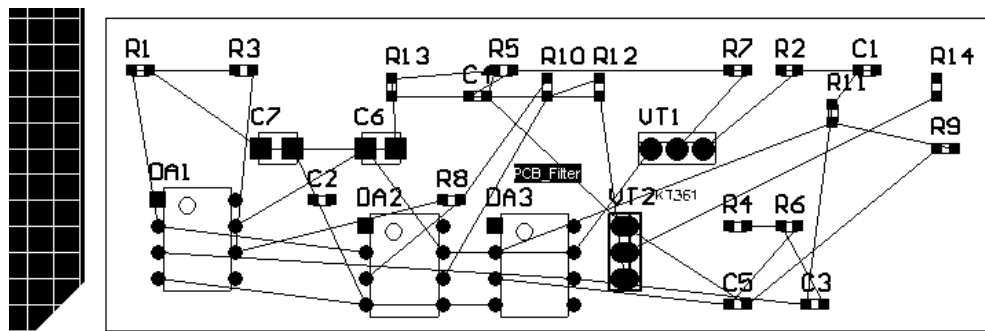

Рис. 5.2. "Комната" с упакованными компонентами
- Щелчком на кнопке **Execute Changes** запустить обработку изменений. Результат обработки передается в среду графического редактора печатной платы. При этом откроется файл платы нашего активного проекта, и в окне графического редактора печатной платы, рядом с заготовленным ранее контуром платы, отобразятся ТПМ компонентов, связанные ниточками электрических связей (рис. 5.2). По умолчанию программа заключает компоненты и связи проекта в прямоугольную область **Room** ("Комнату"). Всю эту область вместе с заключенными в ней компонентами при указании на нее курсором и нажатии левой кнопки мыши можно перемещать за курсором по экрану графического редактора и поместить в пределы контура печатной платы.